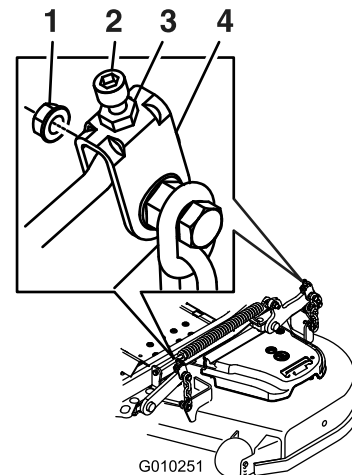

Figure 89
10. Le cas échéant, desserrez l'écrou Whizlock sur le côté de la chape et l'écrou de blocage sur le dessus. Ajustez précisément la vis de réglage en la tournant jusqu'à obtention d'une hauteur de 7,6 cm (3") (voir Figure 89).
17. Ajustez précisément la vis de réglage en la tournant jusqu'à obtention d'une hauteur de 8,3 cm (3¼") (Figure 89).